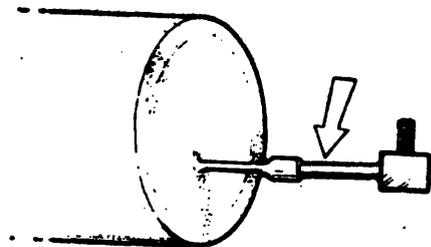

Fig. 2
- d Suelde los tubos de la válvula de servicio (fig. 2).